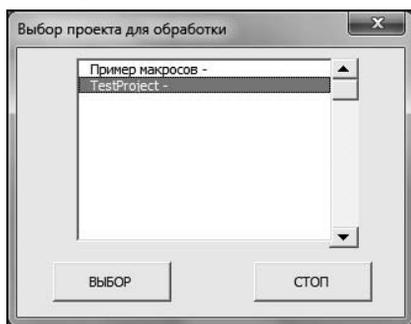

Рис. 11.12. Окно выбора файла проекта для расчета вероятности завершения в рамках плана
4. В показанном на рис. 11.3 окне с помощью левой кнопки мыши выбрать макрос **Формы**. Если при этом открыто несколько файлов проектов, автоматически формируется показанное на рис. 11.12 окно. В нем следует щелчком левой кнопки мыши выбрать файл, для которого нужно выполнить расчет, и затем нажать кнопку **ВЫБОР**. Нажатие кнопки **СТОП** вызовет прекращение работы.
7. Если при этом открыто несколько файлов проектов, автоматически формируется окно, показанное на рис. 11.12.